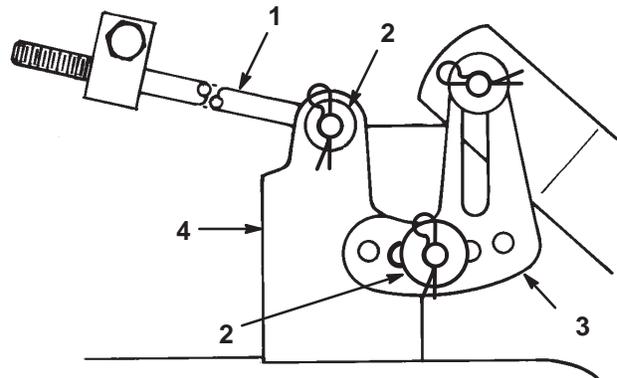

Bild 43
7. Schieben Sie das Ende der langen Stange durch das Loch im Schneidwerkträger (Bild 43). Bringen Sie die Scheibe und den Splint an, um die Stange abzusichern. Wiederholen Sie diesen Schritt an der anderen Schneidwerkseite.
8. Montieren Sie den geschlitzten Schneidwerkknivellierbügel am Stift am Schnitthöhenarm (Bild 43). Bringen Sie die Scheibe und den Splint an, um das Schneidwerk abzusichern. Wiederholen Sie diesen Schritt an der anderen Schneidwerkseite.